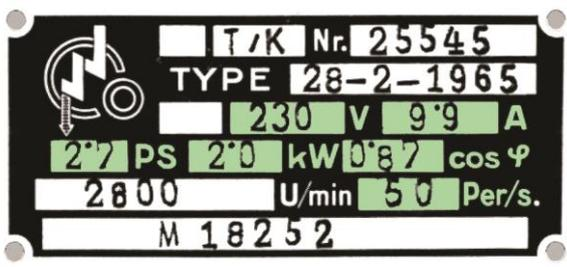

Abb. 12: Das Typenschild eines Elektromotors (Foto: Theodor Duenbostl).
**A21** In Abb. 12 siehst du das Typenschild eines Elektromotors. Wie groß ist die Stromleistung? Wie groß ist die Leistung, die der Motor aufnehmen kann? Wie groß ist die mechanische Leistung, die der Elektromotor abgeben kann? Verwende dafür Tabelle 1!